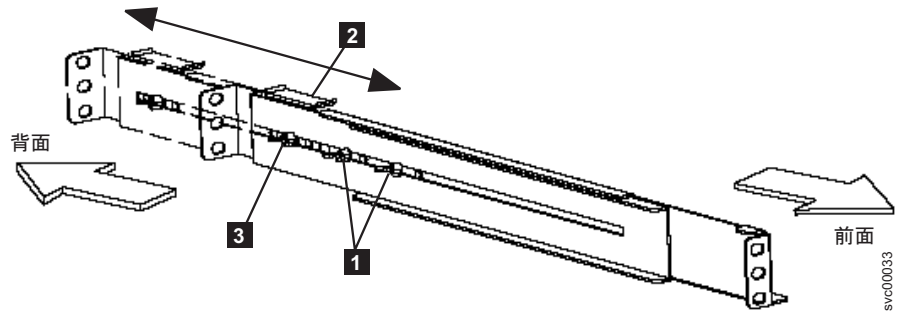

図 25. 2145-1U 無停電電源装置でのレールの縦の長さの調整
4. 両方のレール・アセンブリーのアセンブリー・ウィング・ナット **1** (48 ページの図 25) を緩め、ラックの縦の長さに合わせてレール・サイズを調整します。
5. 後部の押さえブラケット (図 25 の **2**) をレール・アセンブリーの端に位置付け、ウィング・ナット (図 25 の **3**) を締めます。